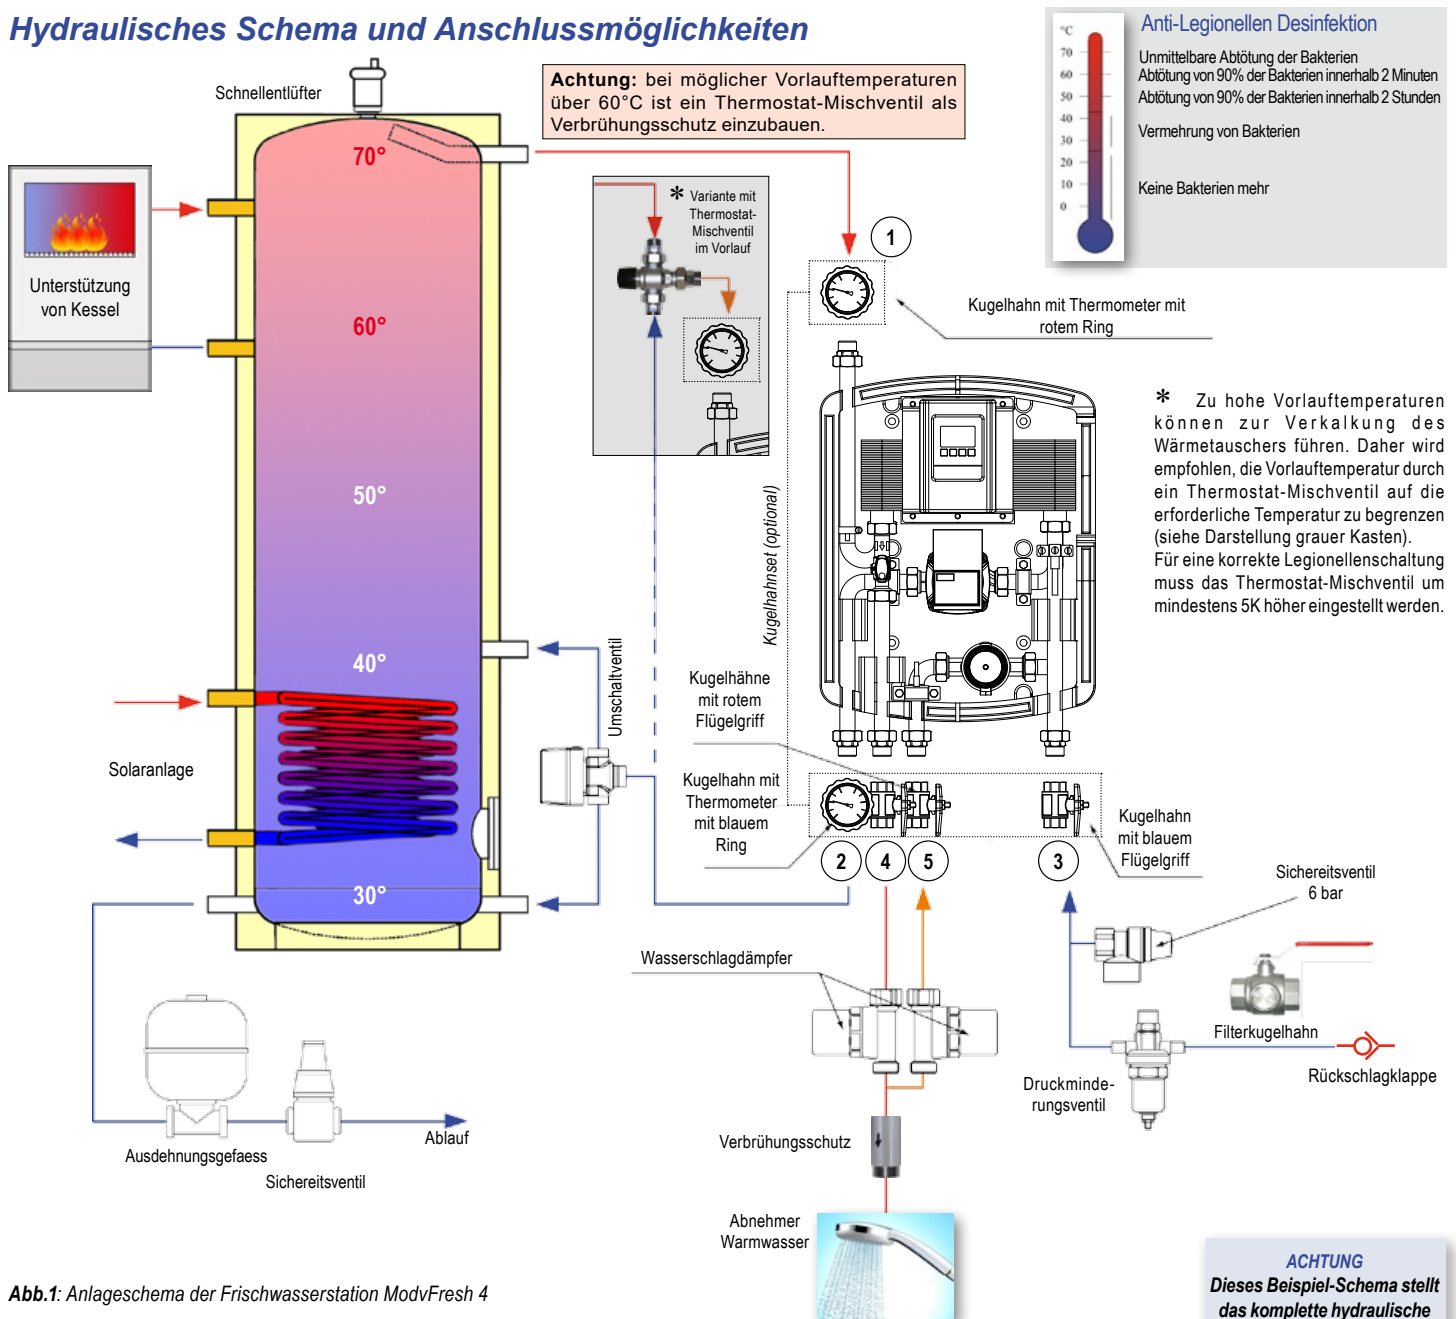

Abb.1: Anlagenschema der Frischwasserstation ModvFresh 4
- ✓ Den Ventilsatz (optional) montieren laut Darstellung bei Abb. 1;